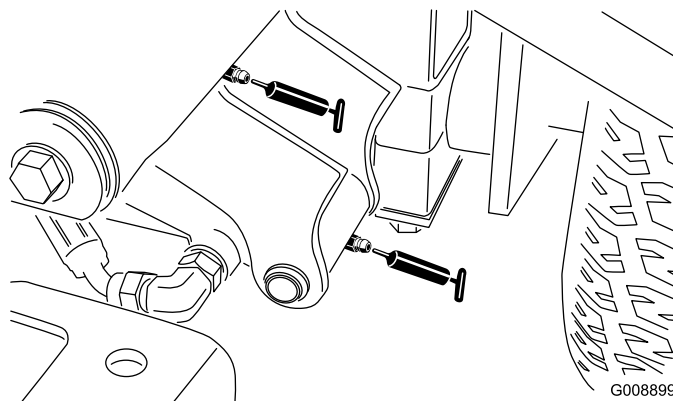

Рисунок 36
- Цилиндр поворота и подъема левого переднего подъемного рычага (2) (Рисунок 36)